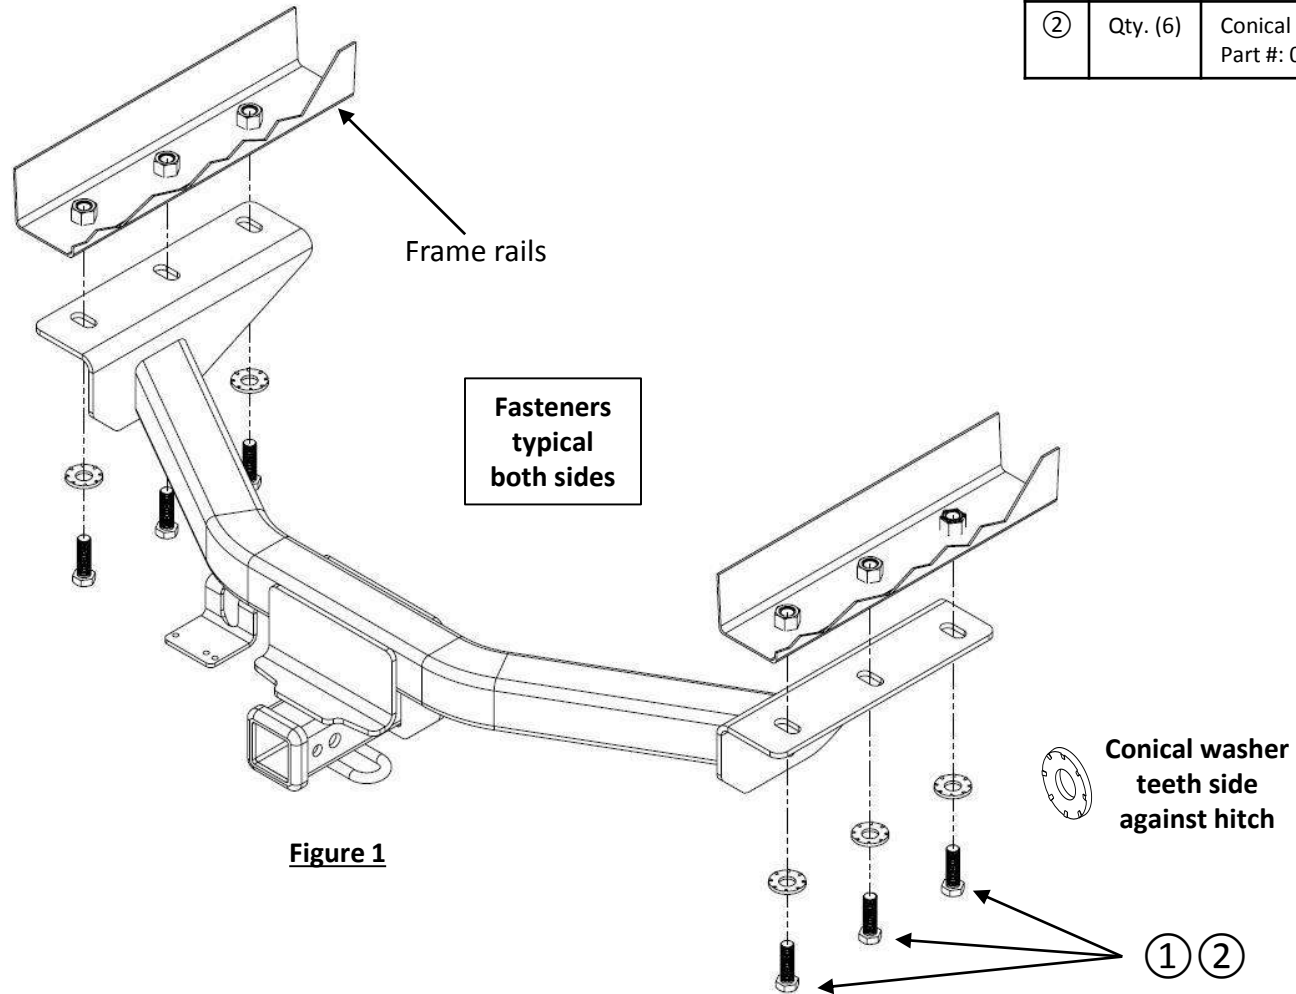

Figure 1
- Install hitch:** Raise the hitch into position and align holes in hitch bracket to the frame rail weldnuts and loosely install the supplied M14 bolts ① and conical washers ② to the hitch, see Figure 1.
2. Install hitch: Raise the hitch into position and align holes in hitch bracket to the frame rail weldnuts and loosely install the supplied M14 bolts ① and conical washers ② to the hitch, see **Figure 1**.
- Installer l'attelage :** Soulever l'attelage en position et aligner les trous des supports sur les écrous soudés des longerons et poser lâchement les boulons M14 ① et les rondelles coniques ② fournis sur l'attelage, voir la Figure 1.
2. **Installer l'attelage** : Soulever l'attelage en position et aligner les trous des supports sur les écrous soudés des longerons et poser lâchement les boulons M14 ① et les rondelles coniques ② fournis sur l'attelage, voir la **Figure 1**.